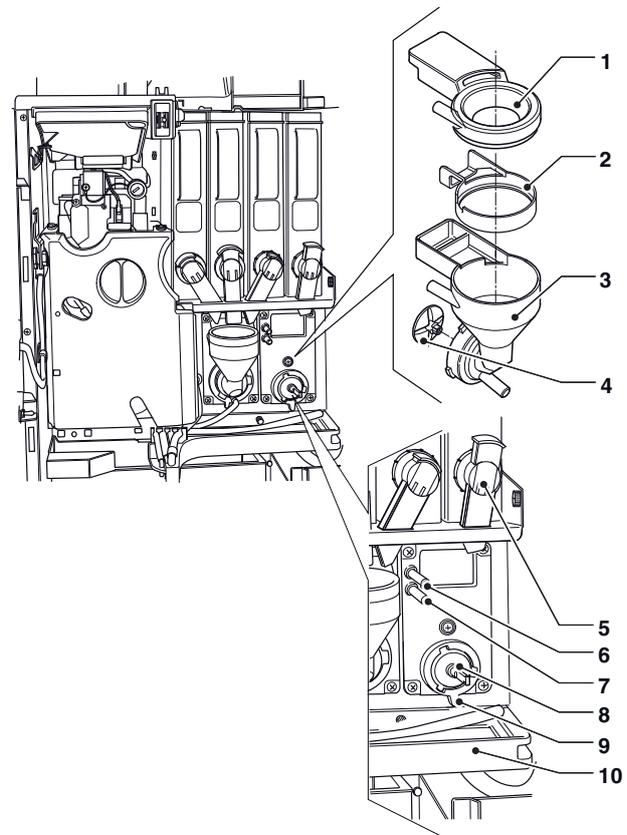

Fig. 35
- Extraia (veja fig. 35) dos misturadores, os funis do pó, transportadores de água, funis do depósito de pó e ventoinha dos motores dos misturadores;